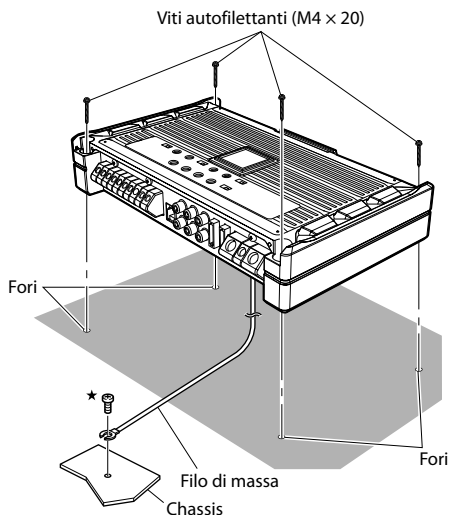

Fig. 3
6. Tenete il PDR-V75 appoggiato ai fori delle viti e fissatelo con quattro viti autofilettanti. (Fig. 3)